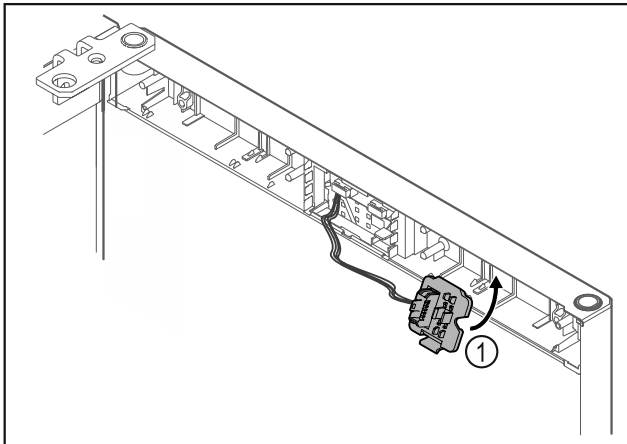

Fig. 15
- Tryck fast kontakthållaren Fig. 15 (1) på den motsatta sidan.